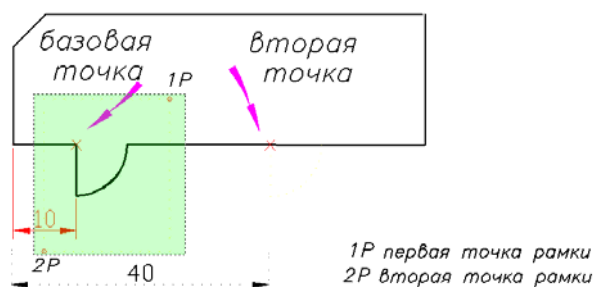

Рис. 4.21
**Шаг 2.** В ответ на сообщение системы: Выберите объекты: обвести рамкой нижний выступ (рис. 4.21), нажать левую клавишу мыши, затем клавишу **Enter** на клавиатуре.
**Шаг 3.** В ответ на соответствующие запросы системы указать сначала базовую точку (показана стрелкой на рис. 4.21), затем вторую точку для перемещения (показана стрелкой на рис. 4.21).